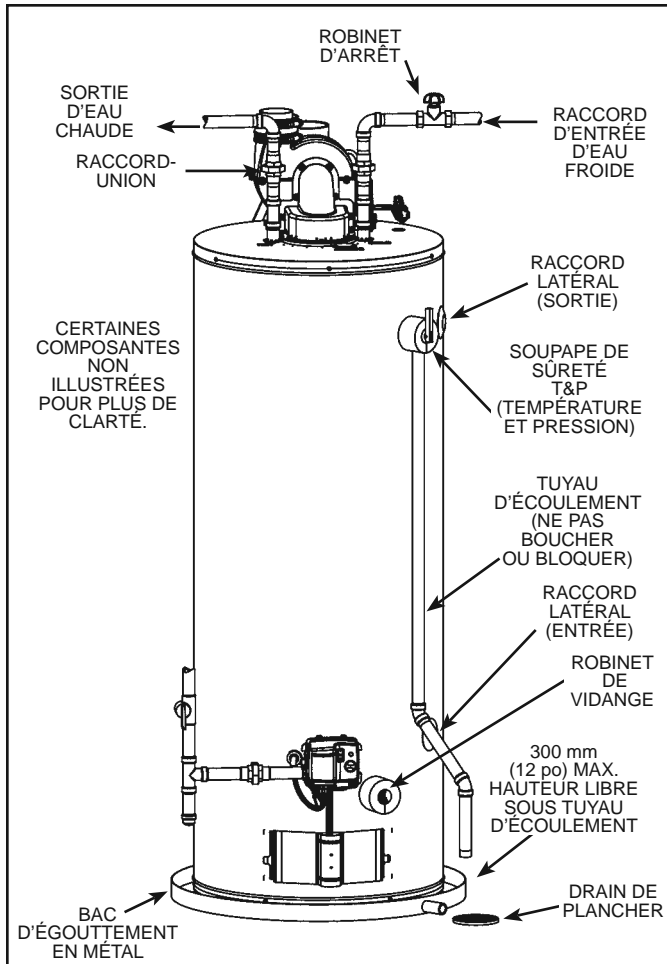

Figure 20.
1. Refermez le robinet de vidange du chauffe-eau en faisant pivoter sa poignée vers la droite (sens horaire). Le robinet de vidange se trouve sur la partie inférieure avant du chauffe-eau (voir Figure 20).